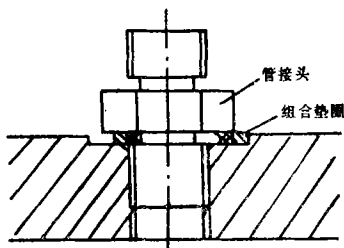

图 6
③由于管接头一般有一段细颈,装配时易出现垫圈偏心(图6),不能确保密封。改进措施:控制联接部件凹陷部分尺寸,使之略大于垫圈外径尺寸即可;或在管接头细颈部位加一旧密封圈,以防止垫圈偏心。